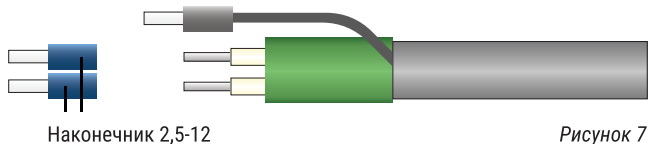

Рисунок 7
5.1.7. Надеть на токопроводящие жилы штыревые наконечники и обжать их ручным кремпером, затем выдержать нагревательный кабель со смонтированной на ней муфтой соединительной до полного затвердения герметика (около 12 часов) (рисунок 7).